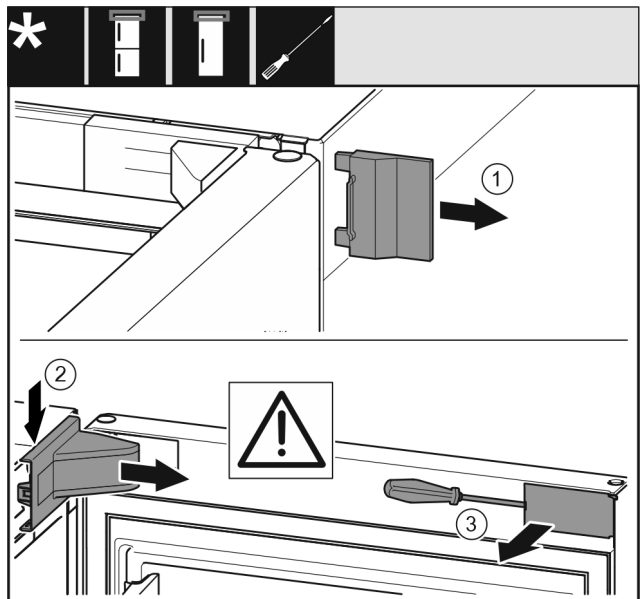

Fig. 6
► Свалете външния капак. Fig. 6 (1)
► Освободете и развийте капака на лагерната стойка. Свалете капака на лагерната стойка. Fig. 6 (2)
- ▶ Освободете капачката с плоска отвертка и я завъртете настрани. Fig. 6 (3)